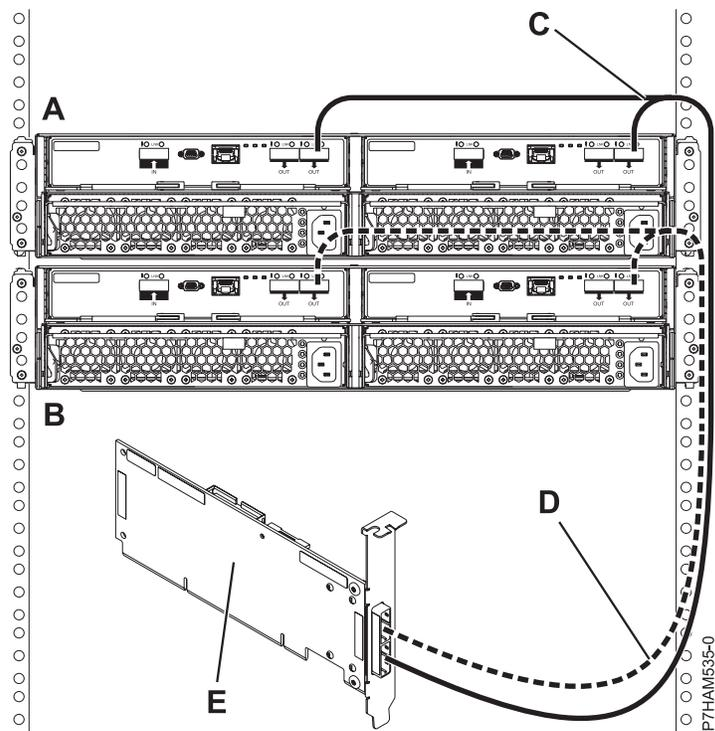

Figure 36. Mode 1 de connexion de deux boîtiers d'unité de disque 58/87 via des câbles YO à un adaptateur SAS unique
10. Effectuez la connexion de mode 1 de deux boîtiers d'unité de disque 58/87 (A et B) via des câbles YO (C et D) à un adaptateur SAS unique (E) comme illustré à la figure 36, à la page 72.
- L'adaptateur SAS unique (E) peut accéder à l'ensemble des 48 baies d'unité.